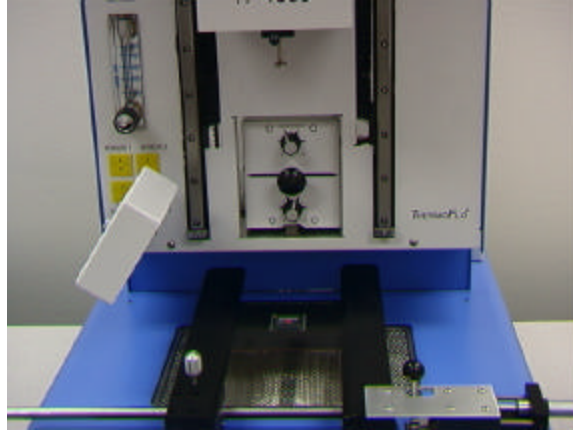

Figura 10
- v. Alinee la PCB de modo que la luz láser roja quede aproximadamente centrada sobre el componente BGA. (Figura 10)